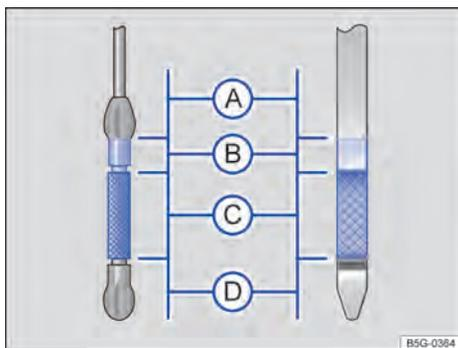

Fig. 174 Vareta de medição do óleo com marcas de nível do óleo do motor (variantes).
7. Retirar novamente a vareta de medição do óleo e ler o nível do óleo do motor na vareta de medição ⇒ Fig. 174 da seguinte maneira:
- Ao final do processo de reabastecimento, o nível do óleo do motor deve se situar no mínimo no meio da área ⇒ Fig. 174 Ⓒ. Ele não deve ficar acima de Ⓒ, na área Ⓑ e jamais deve ficar na área Ⓐ ⇒ Ⓓ.
- Não ligar o motor se o nível do óleo do motor estiver na área ⇒ Fig. 174 Ⓐ. Procurar auxílio técnico especializado. Caso contrário, o catalisador e o motor podem ser danificados!
O nível do óleo do motor não deve, em nenhuma hipótese, se situar na área ⇒ Fig. 174 Ⓐ. Caso contrário, o óleo pode ser aspirado pelo dispositivo de ventilação do cárter e chegar à atmosfera por meio do sistema de escape. ◀
Em caso de alta demanda do motor, o nível do óleo do motor deve estar na área superior permitida ⇒ Fig. 174 Ⓒ como, por exemplo, em longas conduções por estradas durante o verão ou durante travessias de montanhas. ◀